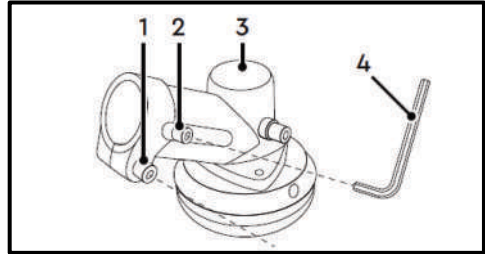

Рис. 14
- Ключем (4) (4 мм) послабте гвинт (1) та повністю викрутіть гвинт (2) на нижньому редукторі (3) (Рис. 14).